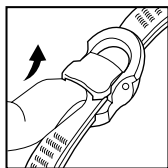
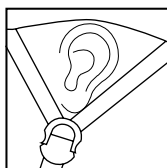

Figure 2
Figure 3
1. Ouvrir les dispositifs de réglage Cam-Lock (Figure 2). Mettre le casque et faire passer les sangles par les dispositifs de réglage jusqu'à ce qu'elles soient dans la position correcte indiquée à la Figure 3 ci-dessus.
Les sangles avant et arrière devraient se rejoindre à un point situé légèrement en dessous des oreilles (mais sans les recouvrir) (Figure 3).